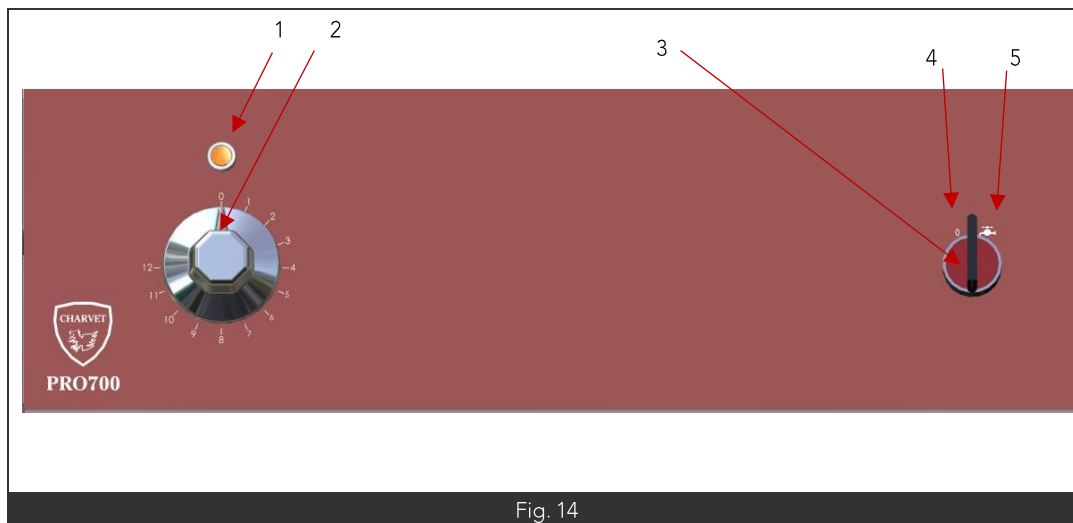

Fig. 14
- Mettre le commutateur (Fig14 Rep3) sur la position marche.
- Sélectionner la température en agissant sur la manette du thermostat (Fig14 Rep2), le voyant orange s'allume (Fig14 Rep1)
- Pour faire circuler l'eau dans la gorge périphérique, tourner le commutateur sur la position Fig14 Rep5.
- Pour arrêter le ruissellement tourner le commutateur sur la position Fig14 Rep4.